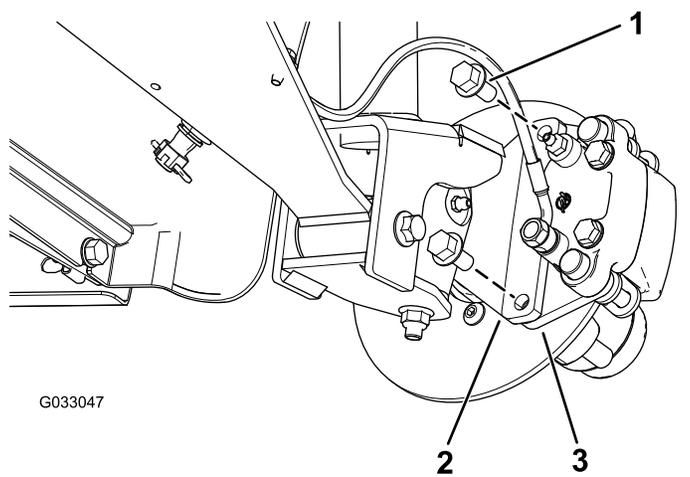
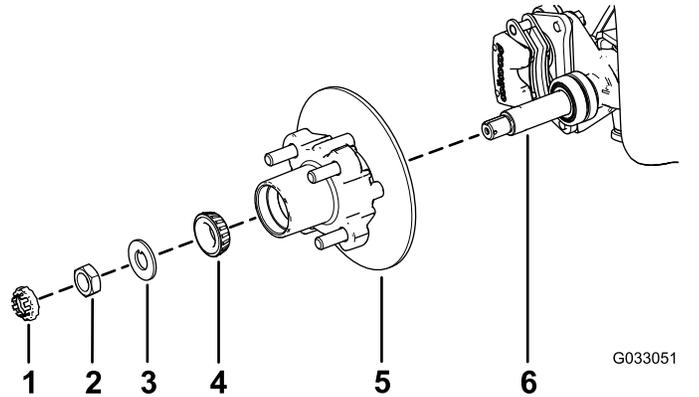

Figura 23
Figura 27
3. Retire os parafusos de cabeça flangeada ($\frac{3}{8}$ x $\frac{3}{4}$ pol.) que prendem o suporte para o conjunto dos travões ao eixo e afaste o travão do eixo (Figura 23).
1. Aplique uma leve camada do lubrificante especificado no eixo (Figura 27).
2. Monte o cubo e o rotor no eixo com o rotor interior (Figura 27).
3. Monte o rolamento exterior no eixo e coloque o rolamento na correia exterior (Figura 27).
4. Monte a anilha com patilha no eixo (Figura 27).
5. Enrosque a porca do eixo no eixo e aperte a porca com 15 N·m, enquanto roda o cubo para assentar o rolamento (Figura 27).
2. Alinhe as pastilhas dos travões com cada lado do rotor (Figura 23) e os orifícios no suporte da pinça com os orifícios na montagem dos travões da estrutura do eixo (Figura 27).
3. Prenda o suporte da pinça à estrutura do eixo (Figura 23) utilizando os dois parafusos de cabeça flangeada ($\frac{3}{8} \times \frac{3}{4}$ pol.)